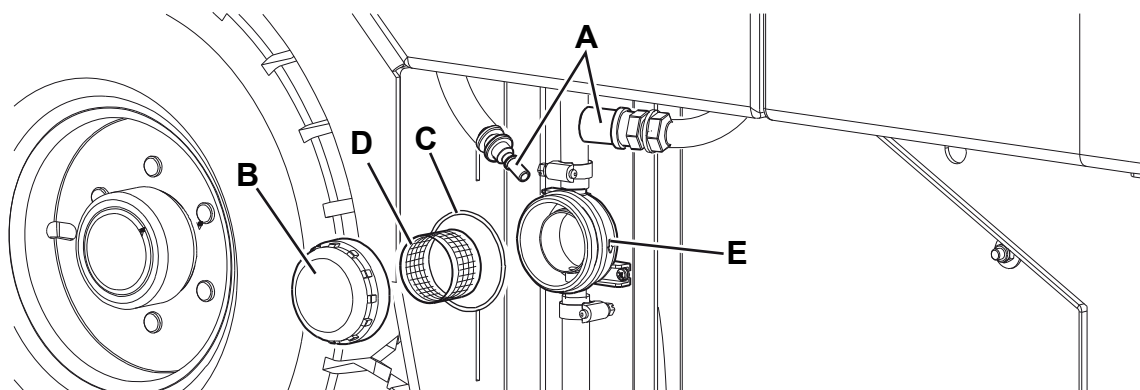

Abbildung 7
1. Gerät auf ebenem Untergrund abstellen, Feststellbremse betätigen und Zündschlüssel (66) in Stellung „O“ drehen.
2. Schnellverbindung (A, Abb. 7) von der Tankleitung abnehmen.
3. Um an den Wasserfilter (30) zu gelangen, linke Abdeckplatte (2) abnehmen.
4. Den durchsichtigen Deckel (B) mit Dichtung (C) abnehmen und Siebfilter (D) entfernen. Reinigen und in der Halterung (E) anbringen.